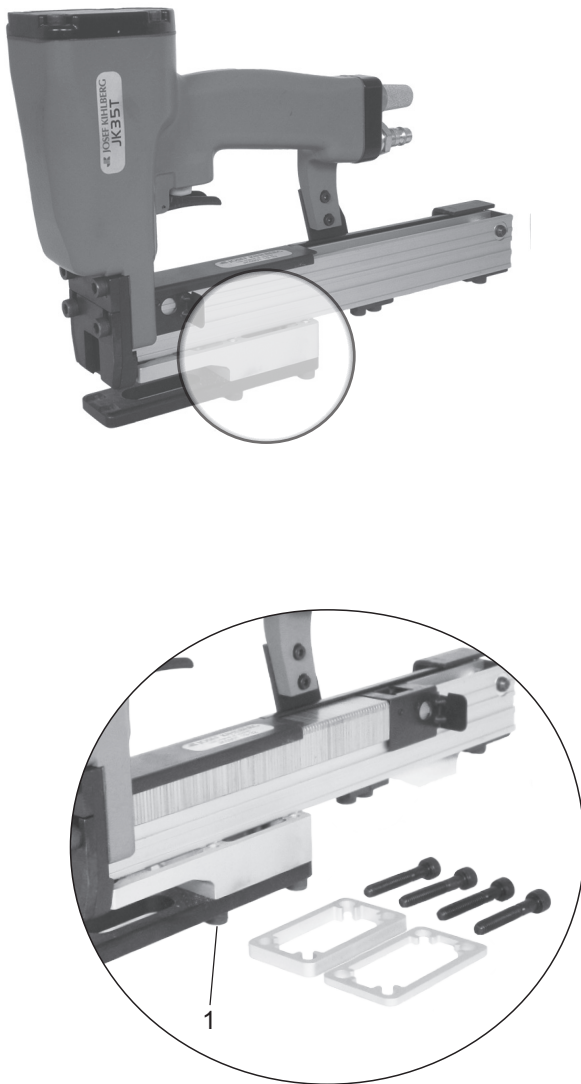

Fig. 4
- Vier Zylinderschrauben (Fig. 4/1) lösen und entfernen.